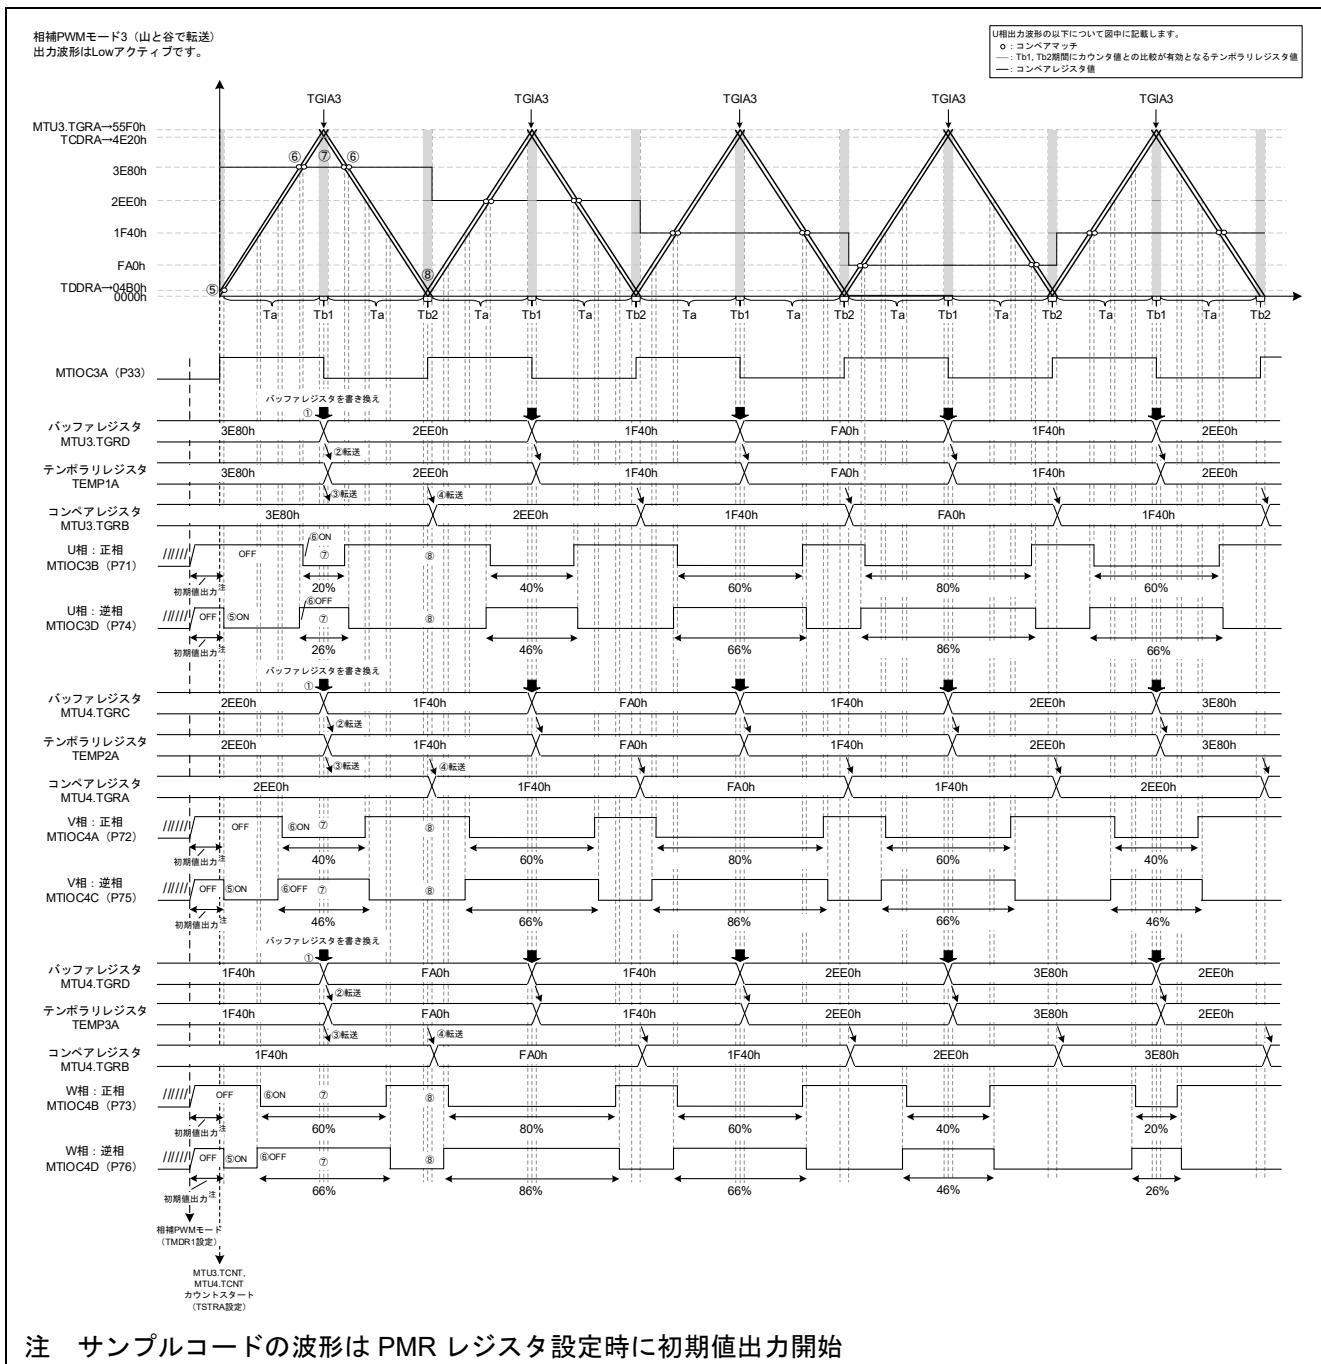

図 3-62 サンプルコードの動作
- バッファレジスタ初期値は図 3-62 を参照
- デューティの変更タイミングの詳細は図 3-62 を参照
本サンプルコードの動作を図 3-62 に示します。周期ごとにデューティの設定を変更するため、MTU3.TCNT の上限値を設定しているレジスタ MTU3.TGRA のコンペアマッチ割り込み (TGIA3) で、バッファレジスタ (MTU3.TGRD、MTU4.TGRC、MTU4.TGRD) の値を書き換えます (図 3-62 ①)。
バッファレジスタの書き換えは最後に MTU4.TGRD を書き込むことにより、バッファレジスタからテンポラリレジスタへのデータ転送が許可されます。Ta 区間で MTU4.TGRD の書き込みを行った場合は、バッファレジスタに書き込まれたデータはすぐにテンポラリレジスタに転送されますが、本サンプルコードでは、Tb1 区間に MTU4.TGRD の書き込みを行っているため Tb1 区間終了後にテンポラリレジスタへ転送されます (図 3-62 ②)。
本サンプルコードは山と谷で転送を行う相補 PWM モード 3 を使用しているため、コンペアレジスタは、Tb1 区間の最後 (図 3-62 ③)、および Tb2 区間の最後 (図 3-62 ④) にテンポラリレジスタから転送されることにより、データを更新しています。
初期出力は、TOCR2A の OLS1P、OLS1N、OLS2P、OLS2N、OLS3P、OLS3N ビットの設定に従い、正相出力、逆相出力ともに OFF になります。MTU3.TMDR1 で相補 PWM モードを設定してから MTU4.TCNT が TDDRA レジスタ値より大きくなるまで出力されます (図 3-62 ⑤)。
1. Ta 区間はコンペアレジスタとカウンタレジスタとのコンペアマッチが発生し、逆相出力が OFF、その後、正相出力が ON になります (図 3-62 ⑥)。
2. Tb1 区間はコンペアレジスタとテンポラリレジスタが有効となりますが、カウンタレジスタとのコンペアマッチは発生しないため、波形は変化しません (図 3-62 ⑦)。
3. Tb2 区間はコンペアレジスタとテンポラリレジスタが有効となりますが、カウンタレジスタとのコンペアマッチは発生しないため、波形は変化しません (図 3-62 ⑧)。